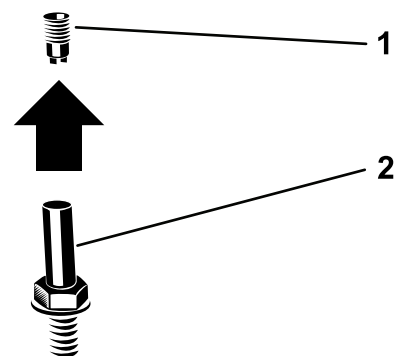

Figura 5
2. Rimuovete il connettore della luce di segnalazione dal relativo attacco (Figura 5).